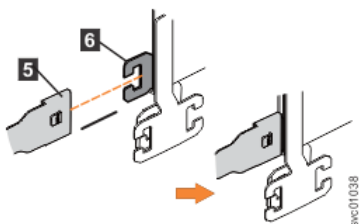

Рисунок 76. Соединение коннектора направляющей верхней части кабельного кронштейна с правой направляющей
4. Соедините коннектор направляющей на верхней части кабельного кронштейна (5) с основанием коннектора на правой направляющей (6 на Рисунок 76 на стр. 68).